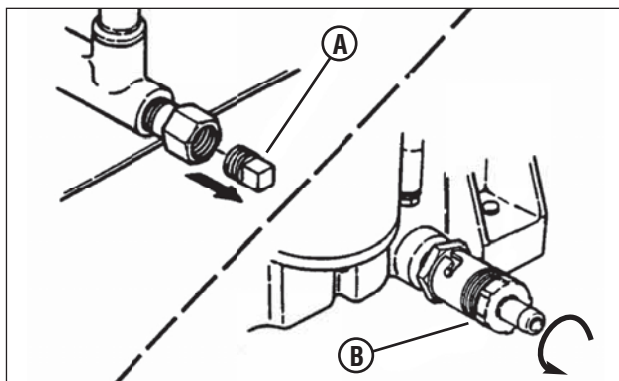

Figura 19: Tampões do dreno de óleo
3. Coloque um recipiente com capacidade mínima de 2 litros sob a extremidade do dreno de óleo (**Figura 19**).
4. Remova ou abra o tampão do dreno de óleo (**A ou B, Figura 19**), dependendo do tipo de tampão do dreno de óleo que equipar o motor.